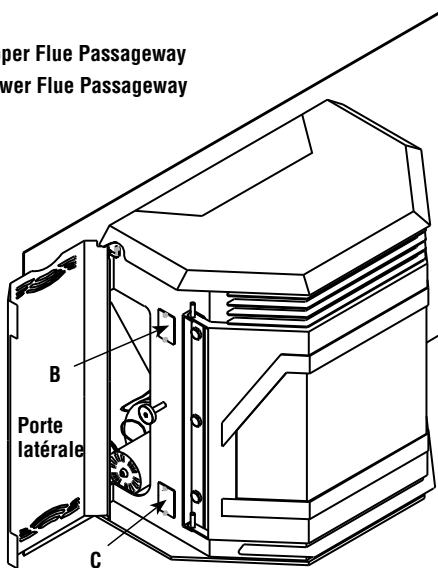

Figure 36A
Les panneaux d'accès situés de chaque côté du poêle encastrable (voir **figures 36A et 36B**, repères B et C) peuvent être retirés en dévissant les deux vis à tête à 6 pans creux de 5/32 po. Insérer une brosse dans les ouvertures pour déloger les cendres accumulées, puis enlever ces dernières à l'aide d'un aspirateur. Réinstaller les panneaux une fois le nettoyage terminé.
1. Ouvrir les portes droite et gauche pour accéder aux passages d'évacuation latéraux (voir **figure 36A**).
2. L'appareil présente, de chaque côté, deux passages de 25 x 50 mm (1 x 2 po), un en haut et un en bas (voir **figures 36A, 36B and 36C**).